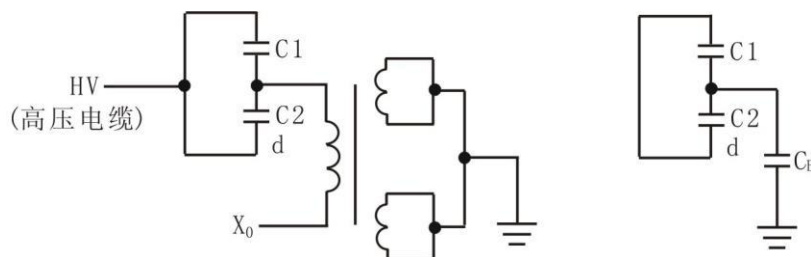

图 10 CVT 中压互感器（反接法）
## (2) 测量 CVT 中压互感器 $\text{tg } \delta$ (见图 10)
如图 10 所示，用反接线方式测量，将 C2 末端  $\delta$  与 C1 首端相连后，用高压电缆接仪器 HV 端，Xo 悬空，中压互感器二次线圈短路接地。